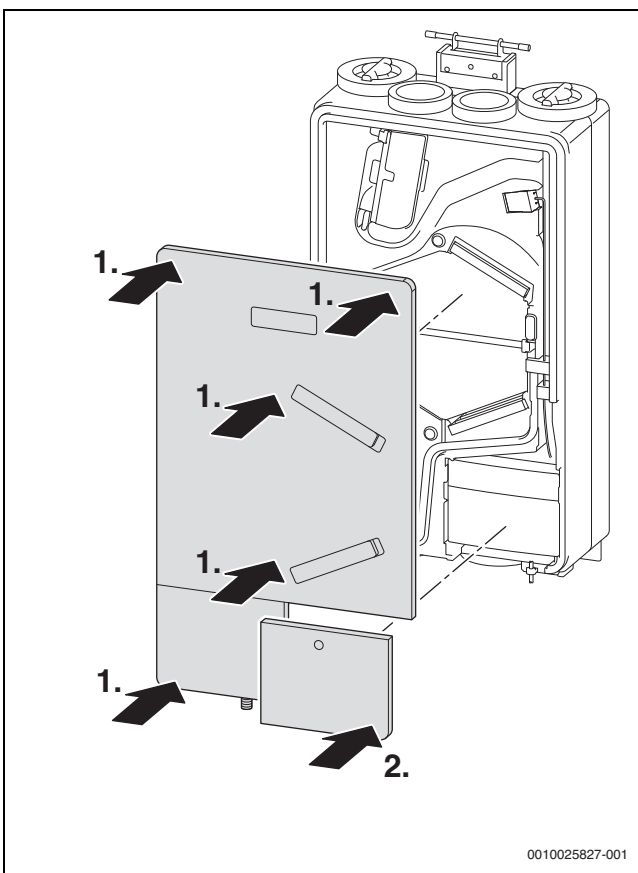

Bild 61 Geräteabdeckung schließen
- der Deckel des Lüftungsgeräts und die Abdeckung der Elektronik dicht schließen. (Beim Verschließen den Deckel auch auf Höhe des Wärmetauschers andrücken → Bild 61.) Die Nut zwischen Deckel/Abdeckung und Gerät muss gleichmäßig breit sein.